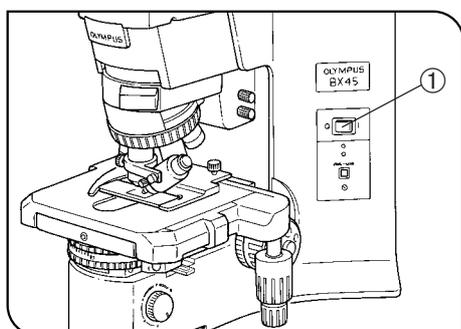

Abb. 1
4. Zur Vermeidung von elektrischen Schlägen oder Verbrennungen beim Auswechseln der Glühlampe zunächst den Hauptschalter ① ausschalten („O“) und anschließend das Netzkabel aus der Wandsteckdose ziehen. Wenn die Lampe während oder kurz nach Gebrauch des Gerätes ausgewechselt wird, die Lampenfassung ② und die Glühlampe vor dem Berühren auskühlen lassen (Abb. 1 und 2).